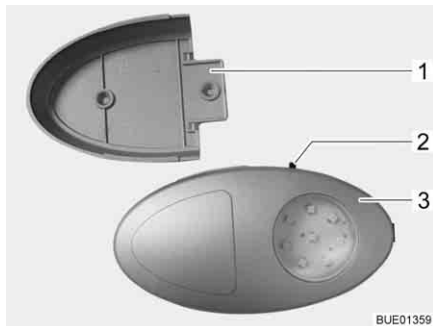

Bild 83 Klädskåpslampa
- ▷ Klädskåpslampan kan dras ut från skruvhållaren (Bild 83,1) och användas som ficklampa.
På-/av-brytaren (Bild 83,2) sitter direkt på klädskåpslampan (Bild 83,3).